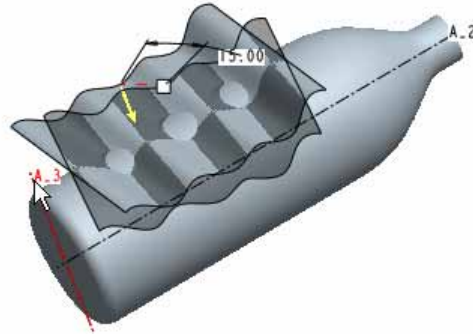

图 34-11
- (3) 选择基准轴 A_3 为旋转轴，旋转方向如图 34-11 中黄色箭头指示。